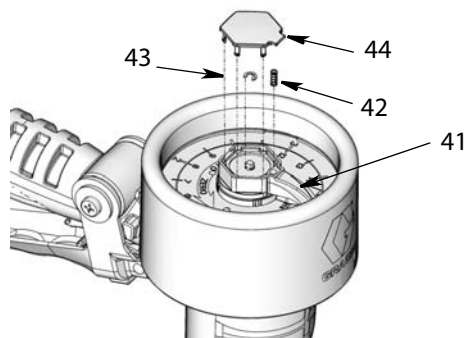

Рис. 25
- Установите малое стопорное кольцо (43), штифт указателя (41) и пружину указателя (42). Установите крышку (44). (Рис. 25).